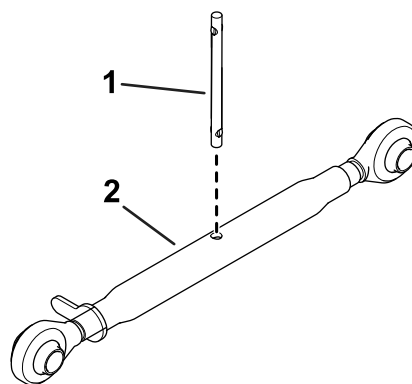

Рисунок 6
- Установите стержень на верхнюю тягу (Рисунок 6).